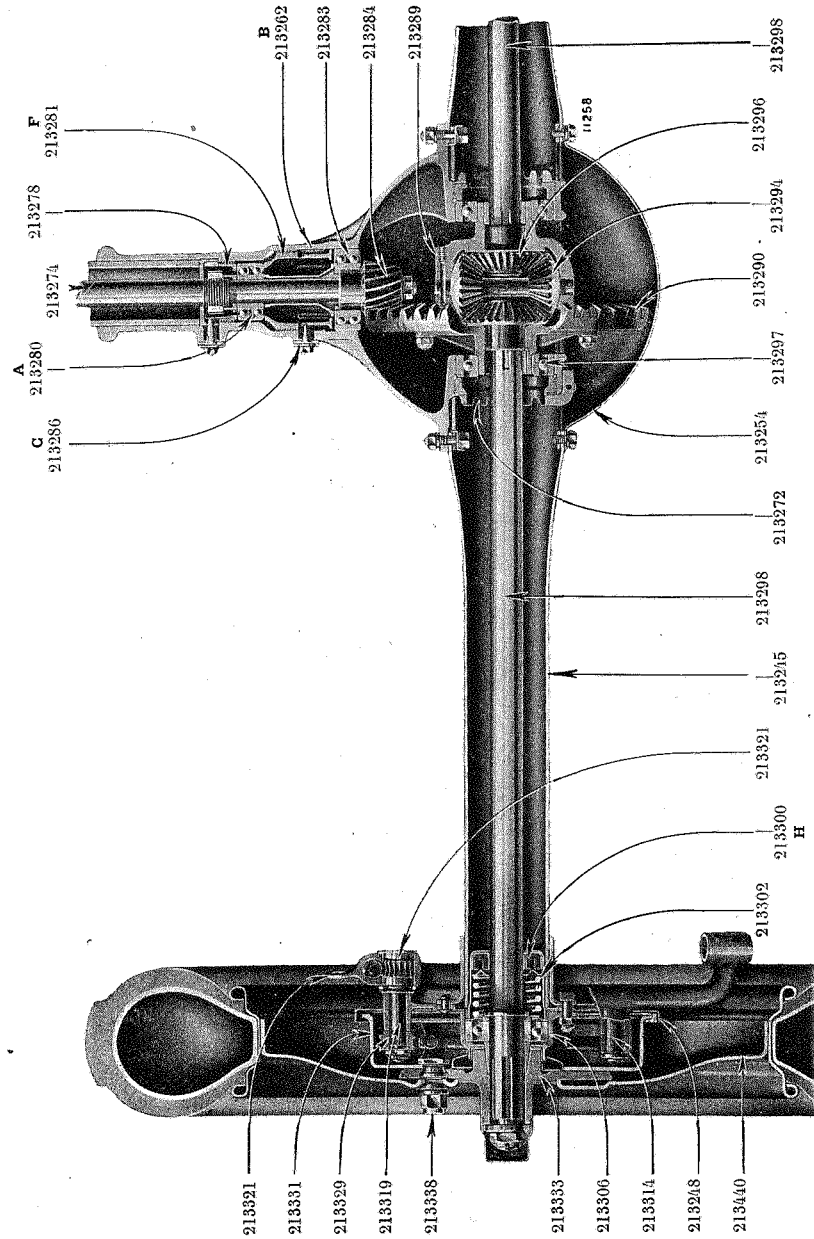

Fig. 27. — Coupe de l'essieu arrière.
G. — **ESSIEU ARRIÈRE** (fig. 27 et 28).
LÉGENDE FIG. 27.